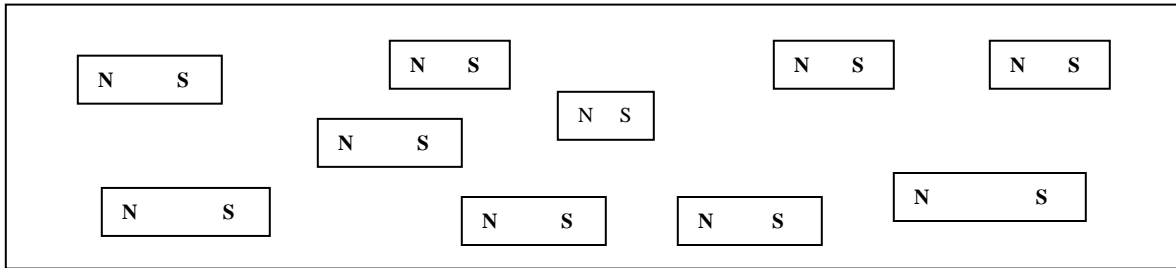
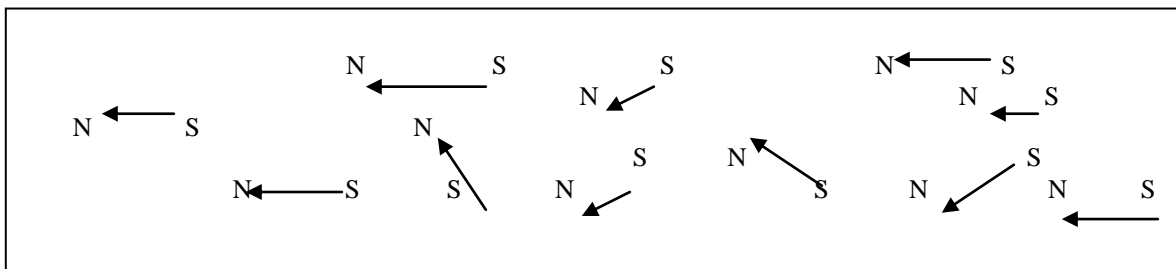

Figura A.1: Dipolos magnéticos todos orientados en el mismo sentido= Imán permanente
Figura A.2: Dipolos magnéticos representados como flechas y desordenados.
En realidad pueden presentarse dos casos, que los imanes elementales o bipolos estén todos orientados en el mismo sentido, Figura A.1 que es el caso de los imanes permanentes o que los dipolos estén desordenados (Figura A.2) y mediante un agente externo, por ejemplo, frotando con un imán permanente el material de hierro en el mismo sentido, los dipolos se alinean como en los imanes permanentes y permanecen en ese estado durante un tiempo muy prolongado. Estos serían imanes inducidos y para lograrlos hay que gastar poca energía.
- b) Sustancias paramagnéticas, son elementos que presentan una configuración similar a la de la Figura A.2 pero que una vez alineados se desordenan rápidamente.
- c) Sustancias diamagnéticas, son elementos que presentan los dipolos magnéticos desordenados como en la Figura A.2, que requieren gran energía para alinearlos y se desordenan al instante que se deja de suministrar energía para mantenerlos en orden.
Como puede verse las líneas de campo “salen” del Polo Norte del Imán y “entran” por el Polo Sur del Imán, y se cierran por el interior del Imán, esto justifica las flechas de la figura A.2.-